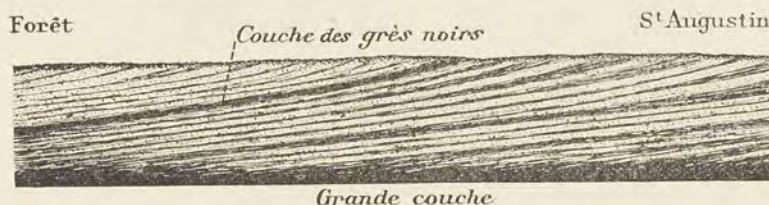

FIG. 123. — Coupe verticale montrant la disposition des banes au toit de la *Grande Couche* de Commentry (d'après M. Fayol).
(1) HEER, *Die Urwelt der Schweiz*, 1865.
(2) HULL in WOODWARD, *Geology of England and Wales*, 1876.
leuse et pénétrante de cet ingénieur pour débrouiller et expliquer ces faits devant lesquels il ne pouvait que douter de l'ancienne théorie dite des *tourbières*. C'est d'ailleurs une fort belle page de géologie que celle qui est inscrite dans ces tranchées de Commentry (fig. 123), mais la lecture n'en était pas facile. Cependant, grâce à l'avancement des carrières, M. Fayol parvint à déchiffrer l'histoire de ce bassin. Aussi bien nous pouvons aujourd'hui suivre et comprendre, dans ces tranchées parfois profondes de 50 mètres et longues de 500 mètres, toute la série des phénomènes géologiques : sédimentation convergente, dépôts remaniés, couches ramifiées, plissements, glissements, etc. ; tout y est exposé avec une merveilleuse netteté. « Vraie coupelle de laboratoire, offrant aux regards, dans ses conditions natives, la succession des dépôts qui s'y sont effectués ; vraie pièce anatomique, œuvre du scalpel patient et délié du temps et des agents extérieurs qui en ont comme disséqué et mis à jour les parties (1) », le bassin de Commentry est pour le géologue d'un attrait tout particulier.
lac les débris de roches érodées et vont combler petit à petit cette cuvette. En arrivant au lac, le torrent laissera d'abord déposer les gros éléments, puis il s'étalera dans le lac en perdant progressivement de sa vitesse. Il va donc déposer les sédiments suivant un certain ordre : d'abord les matériaux les plus lourds, tels que les galets et les graviers qui se disposent en couches très inclinées, près de l'embouchure ; puis la vase va plus loin, avec une pente plus adoucie ; enfin, les végétaux, plus légers, sont entraînés encore plus loin, se déposant dans une position presque horizontale. Ceci explique pourquoi les couches de grès et de houille ne sont pas parallèles, et pourquoi toutes ces couches, ainsi qu'on l'observe dans les deltas, s'inclinent dans le même sens, mais sous un angle différent. Si l'on examine l'une des tranchées de l'exploitation de Commentry, on est frappé du défaut de parallélisme de la couche de houille avec les couches de schistes et de grès (fig. 123 et 124). Chacune de ces dernières vient toucher la surface de la houille sous un certain angle et il se produit en ce point une pénétration mutuelle des sédiments et de la couche de houille. Ajoutons enfin que la *Grande Couche* se divise en six veines distinctes, dont l'écartement va sans cesse en croissant (fig. 125). Tous ces faits inexplicables avec l'ancienne théorie se comprennent clairement avec la théorie des deltas. L'alternance des lits de houille avec les schistes s'explique avec la plus grande facilité par l'intermittence des crues qui transportent les débris de végétaux arrachés au sol ; entre ces crues, des sédiments, seuls, se déposent.